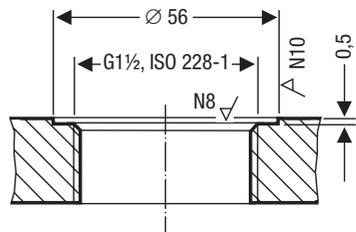

Fig. 5
12. Comprobar las superficies de obturación **Fig. 5**
13. Colocar la junta anular suministrada ④ sobre la superficie de estanqueidad de la conexión roscada o de la tapa de la brida. **Fig. 5**
14. Untar la rosca del electrodo ③ con un poco de grasa de silicona resistente al calor (por ejemplo WINIX® 2150).